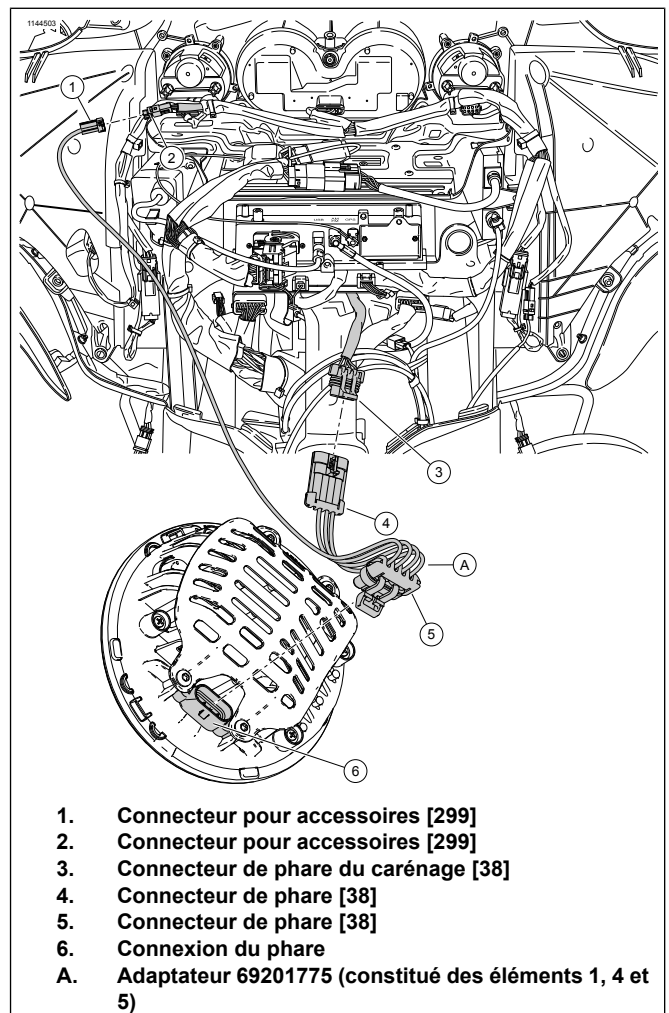

Figure 4. Connecteurs pour accessoires - Touring
Voir la figure 4. Le faisceau 69201775 fournit une connexion en option au connecteur pour accessoires du véhicule (2) qui permet de forcer la désactivation du feu de position en mode accessoire. Le fait de ne pas connecter le faisceau 69201775 au connecteur pour accessoires du véhicule permet de forcer la désactivation du feu en mode accessoire. Les connecteurs à 4 fiches (4 et 5) du faisceau 69201775 doivent être utilisés lorsque le faisceau 69201775 est requis. Fonctions du phare par rapport au code et au feu de route, quel que soit le type de connexion pour accessoires du véhicule.
Modèles Touring de 2014 et plus récents : voir Figure 4. Si d'autres accessoires sont connectés au connecteur pour accessoires du véhicule (2), l'adaptateur 69200921 peut être nécessaire pour effectuer les étapes de pose en option.
1. Voir la figure 4. si le carénage extérieur a été déposé, effectuer l'étape 1a et 1b. Sinon, passer directement à l'étape 2. Localiser le connecteur pour accessoires du véhicule (2).
- a. Brancher le connecteur pour accessoires à 2 fiches (1) du faisceau 69201775 sur le connecteur pour accessoires du véhicule (2).
2. Si l'étape facultative de dépose n'a pas été effectuée, couper du chatterton et fixer le fil du connecteur pour accessoires (1) du faisceau 69201775.
4. Brancher les connecteurs de phare (4 et 5) sur le faisceau 69201775 entre le connecteur de phare du carénage (3) et la connexion du phare (6).